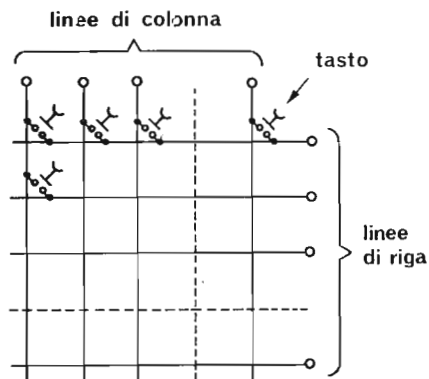
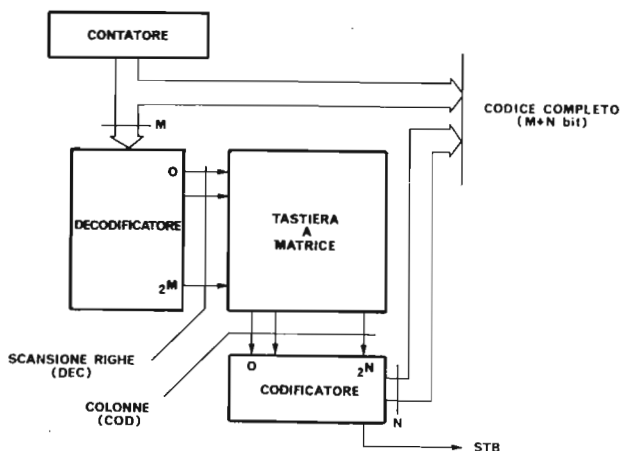

Figura C-4 - Tastiera a matrice
Figura C-5 - Scansione e codifica di una tastiera a matrice
Noi vogliamo usare il visualizzatore per presentare dati elaborati dal microprocessore e quindi queste operazioni devono essere controllate da programma tramite le porte di I/O. Per la tastiera la configurazione piú comune è quella a matrice (fig. C.4). Premendo un tasto si connettono assieme una riga ed una colonna. Per generare il codice corrispondente a ciascun tasto possiamo impiegare lo schema funzionale della fig. C.5.
Supponiamo che le uscite del decodificatore e gli ingressi del codificatore siano attivi al livello basso (0), e che gli ingressi non collegati vadano al livello 1. Nella fig. C.5 solo una delle uscite COD (cioè un filo di colonna) per volta va allo 0 logico.